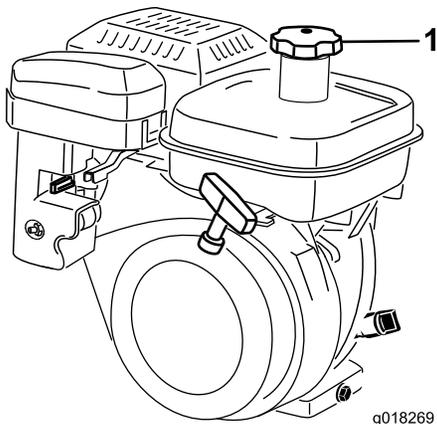

图25
1. 清理燃油箱盖附近的区域从油箱上取下盖子图25。油箱加油时油位不得超过过滤网的底部。切勿过量添加。